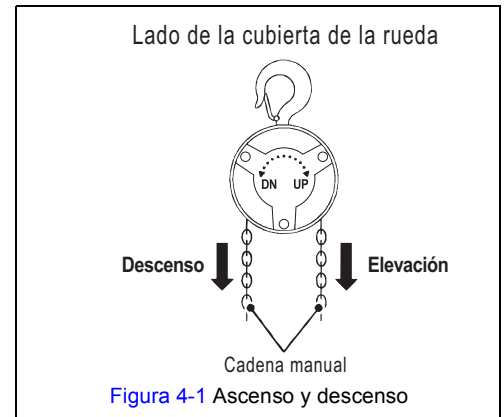

Figura 4-1 Ascenso y descenso
- 4.2.1 Consulte las flechas y el texto en la cubierta de la rueda manual - consulte la Figura 4-1.